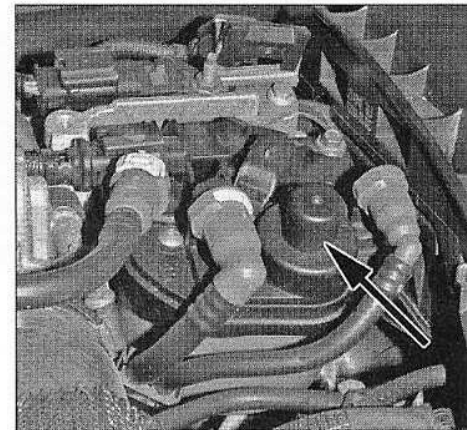

FIG.54
- Amorcer le circuit de carburant à l'aide de la pompe d'amorçage jusqu'à sentir une nette résistance (Fig.54).